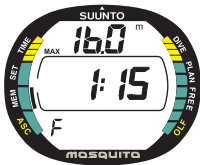

Fig. 5.10. Mémoire historique apnée.
3. Pour visualiser la mémoire historique des apnées, appuyez sur le bouton + ou - lorsque vous êtes déjà en mode mémoire historique. L'écran affiche les paramètres suivants (Fig. 5.10.):